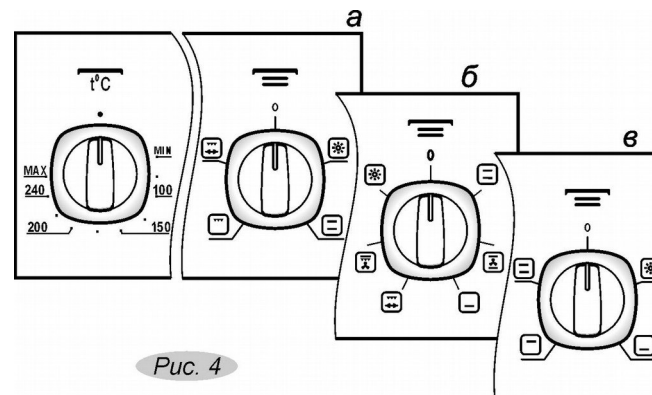

Рис. 4
- ручкой режимов работы устанавливается необходимая функция (в зависимости от модели может быть вариант **а**, **б** или **в** (рис. 4);
- ручкой терморегулятора (рис. 4) задается температура нагрева духовки, которая поддерживается автоматически.